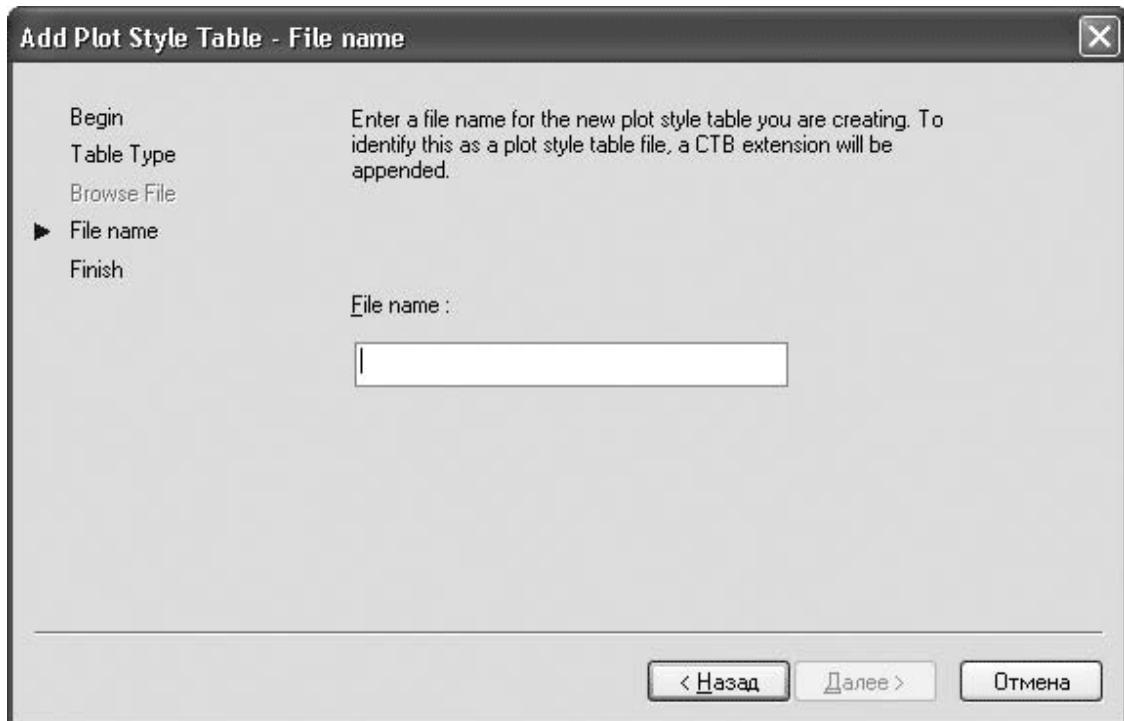

Рис. 8.20. Окно определения имени файла
3. Установите переключатель в положение **Color-Dependent Plot Style Table** (Цветозависимая таблица стилей печати), чтобы создать цветозависимую таблицу. Выбрав вариант **Named Plot Style Table** (Именованная таблица стилей печати), вы создадите именованную таблицу стилей. Перейдите к следующему окну мастера (рис. 8.20).